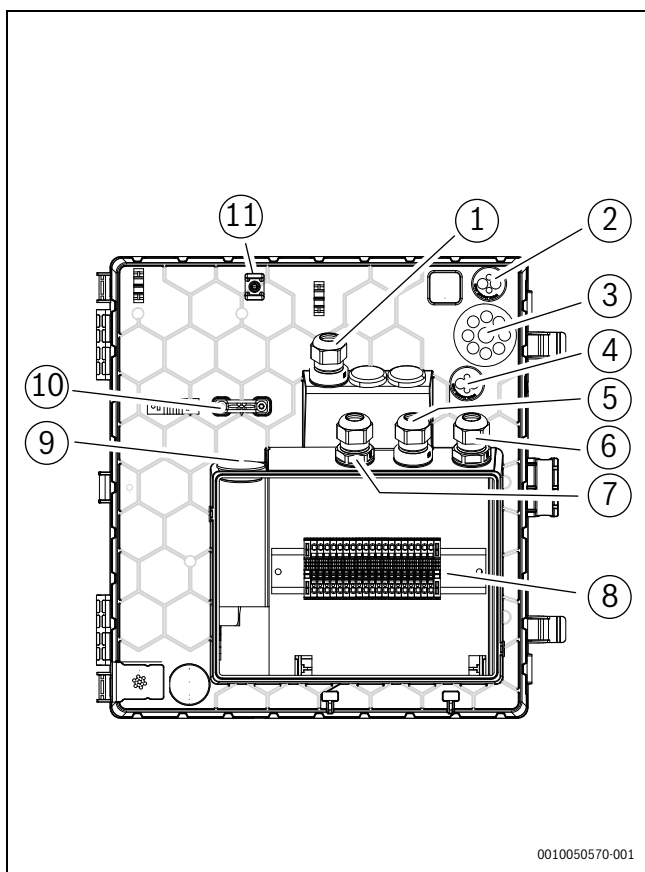

Fig. 33 Passe-câbles sur le boîtier électrique
3. Faire passer les câbles dans le boîtier électrique (→ Figure 33).
Pour les passe-câbles (→ Figure 33 [2], [3], [4], [10]), une petite piqure dans la membrane suffit, puis les lignes peuvent être enfoncées.
- Après l'insertion des câbles, serrer les presse-étoupes de câbles (→ Figure 33 [1], [5], [6], [7], [8]).
- Utiliser les points de fixation définis [12] pour fixer les câbles qui ont été insérés dans les entrées (→ Figure 33 [2], [3], [4]).